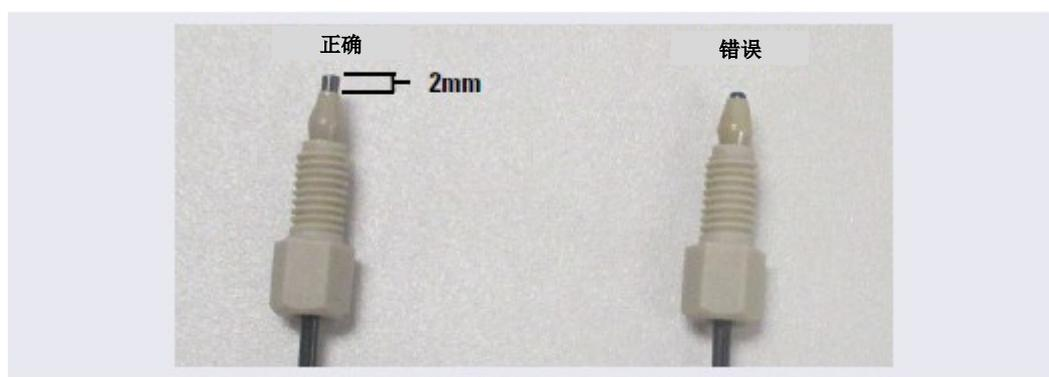

图 10-1. 管路连接用米粒和装配螺栓的正确和错误放置位置 (高压管路和米粒如图所示)
高压 10-32 装配螺栓 (P/N 22000-98001) 和高压 10-32 双锥米粒 (P/N 043276) 被用于大部分 Dionex ICS-6000 管路连接, 甚至在低压系统中。连接管路至接口时, 将管路插入端口前, 确保 10-32 米粒和装配螺栓距离管路端部至少 2 mm (0.1 in)。请勿将米粒和装配螺栓放置在与管路端部齐平的位置。图 10-1 显示了管路上米粒和装配螺栓的正确和错误放置位置。
1. 将装配螺栓和米粒安装在管路上。将米粒放置在距离管路端部至少 2 mm (0.1 in) 的位置 (见图 10-1)。